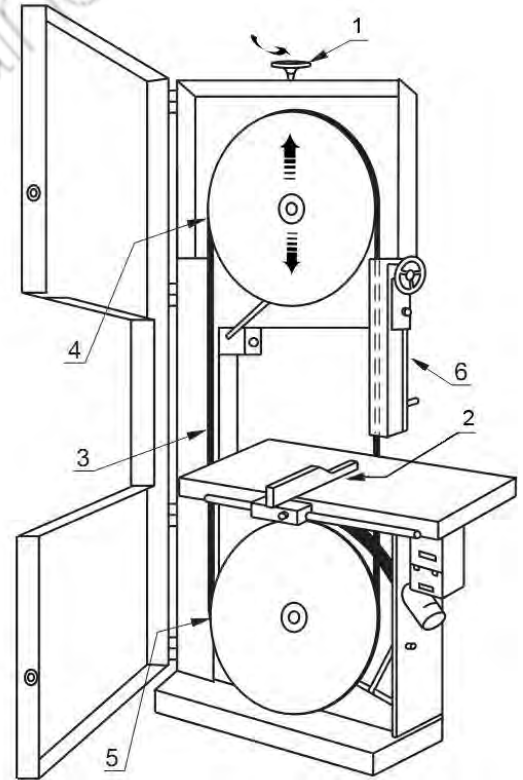

Figura 36 – Sostituzione della lama.
3. Rimuovere la squadra guida pezzo (rif.2 in Figura 36).